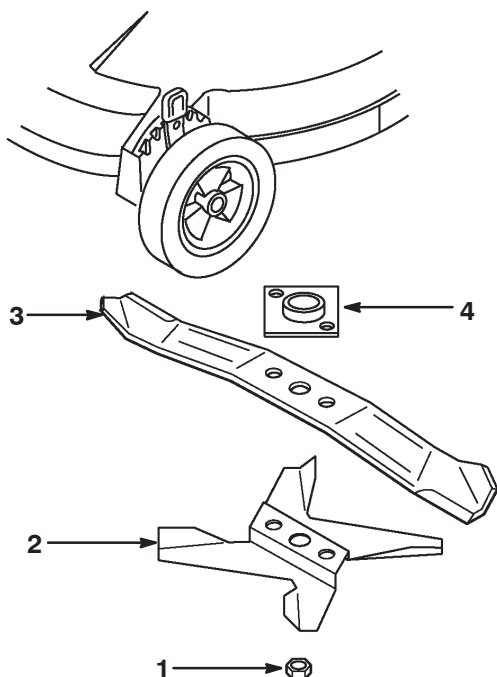

Figure 80
1. Retirer l'écrou de lame et l'hélice de paillage (Fig. 80).
2. Séparer la lame de sa plaque d'entraînement (Fig. 80).
1. Installer la plaque d'entraînement sur le vilebrequin (si elle a été retirée) (Fig. 80).